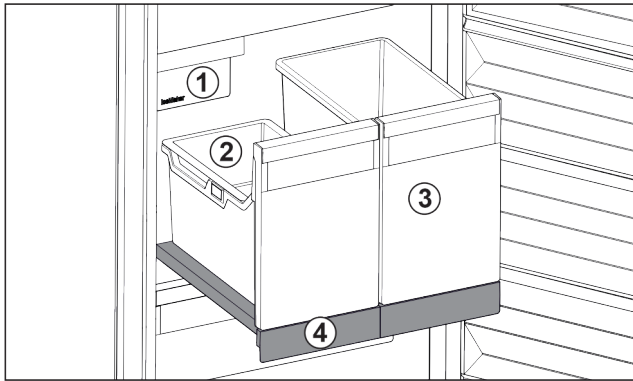

Fig. 138 Auszugsbord mit IceTower
- (1) IceMaker
- (2) Einhängeschale für Eiswürfel
- (3) Behälter für z. B. Pizza, alkoholische Getränke
- (4) Auszugsbord
Auf dem Auszugsbord sind zwei hohe Behälter (IceTower). Im Behälter Fig. 138 (2) werden Eiswürfel aus dem IceMaker gesammelt und gelagert. Behälter Fig. 138 (3) eignet sich für die Lagerung von hohen Lebensmitteln wie Pizzen oder alkoholischen Getränken.